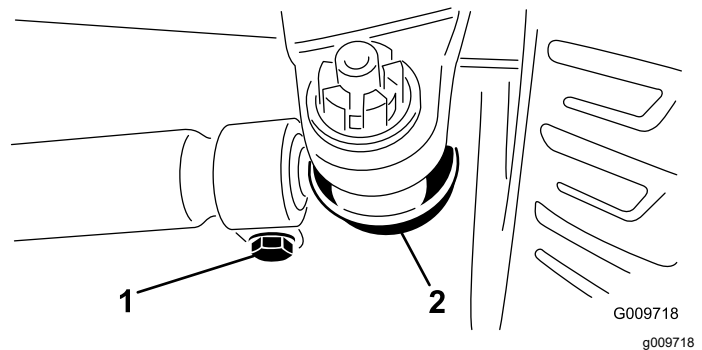

Bild 98
3. Entfernen Sie den Splint und die Mutter von einem der Spurstangen-Kugelgelenke (Bild 98), um die Vorspur einzustellen.
5. Lockern Sie die Klemmen an beiden Enden der Zugstangen (Bild 98).